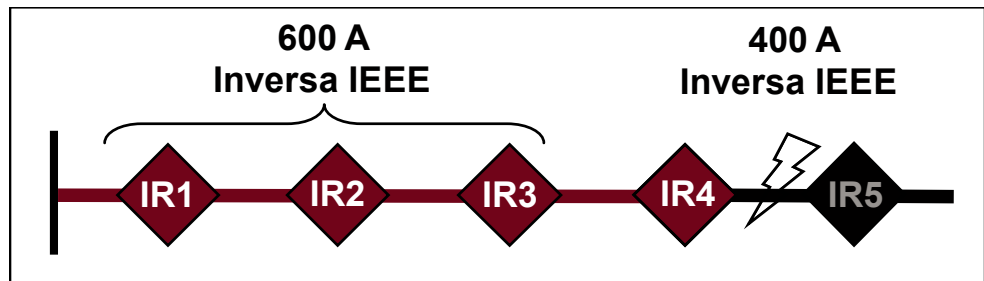

Figura 25. Falla permanente de la CEC; IR2 e IR3 cambian a una curva TCC más lenta.
- IR2 e IR3 cambian a una curva TCC más lenta. Ver Figura 25 en la página 44.